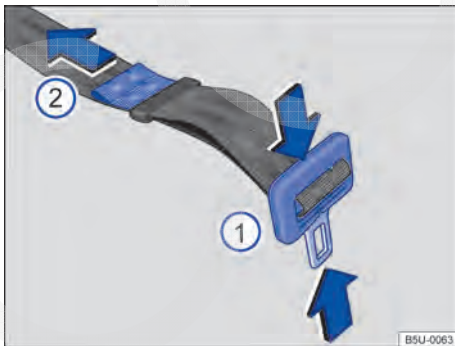

Fig. 52 Ajustar o cadarço do cinto de segurança subabdominal.
- Pressionar a lingueta na direção das setas → Fig. 52 **①** e alongar totalmente o cinto de segurança.
- Apertar a lingueta contra o fecho do cinto de segurança e puxar a extremidade → Fig. 52 **②** no sentido da seta, até atingir uma folga máxima de 5 cm (3 dedos) na região pélvica.